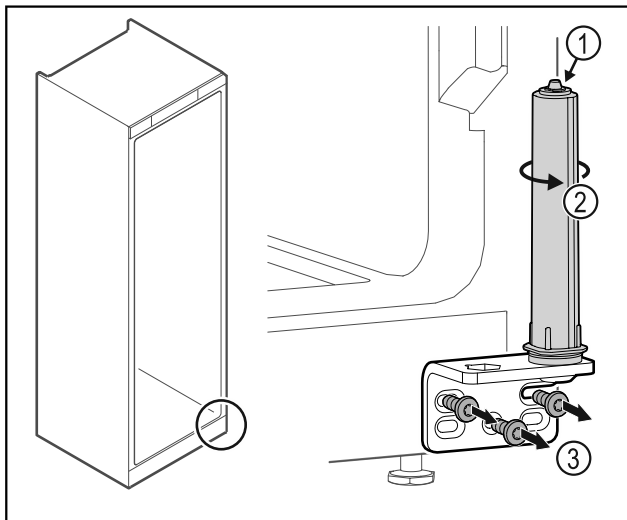

Fig. 34
- Mos e zbërtheni sistemin e mbylljes së derës Fig. 34 (1).
- ▶ Rrotulloni sistemin e mbylljes Fig. 34 (2) derisa të kërcasë.
- ▶ Lironi vidat e profilit të menteshës Fig. 34 (3).